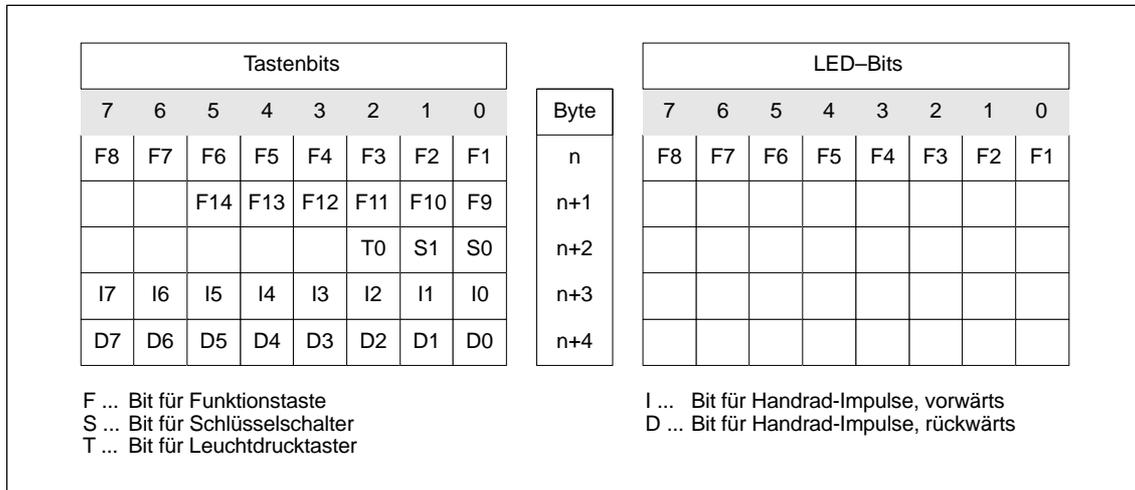

Bild 8-4 Byte-Zuordnung der Tasten und LEDs im Ein-/Ausgabebereich
- Nach dem Hochlauf des Mobile Panel 170 werden die Bytes n+3 bis n+4 (siehe Bild 8-4) auf Null gesetzt.